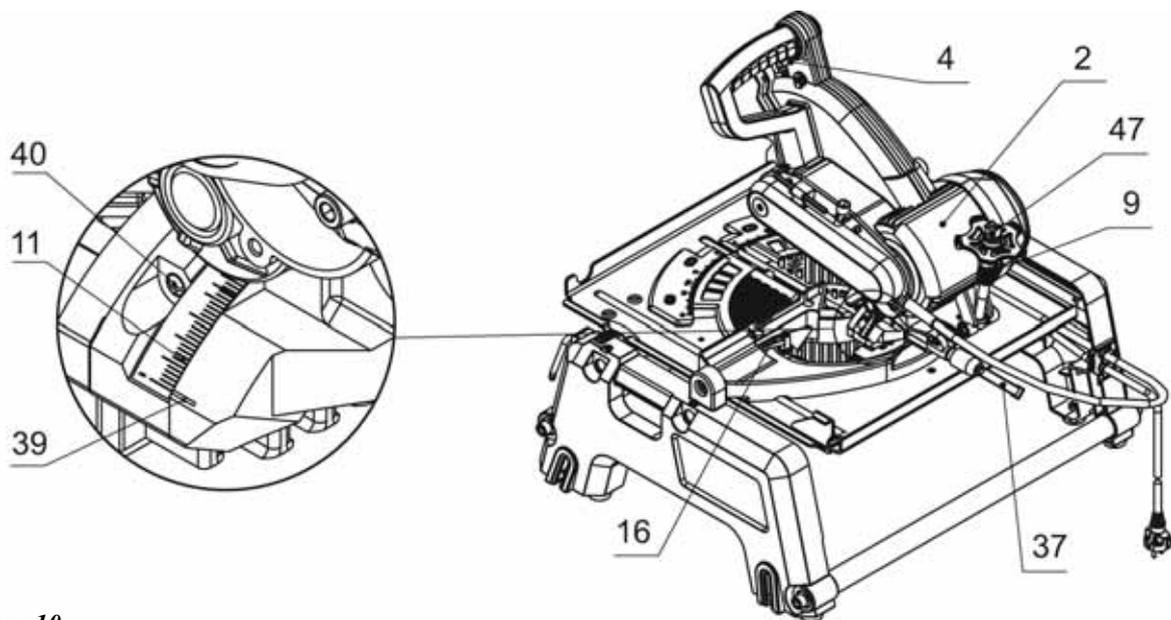
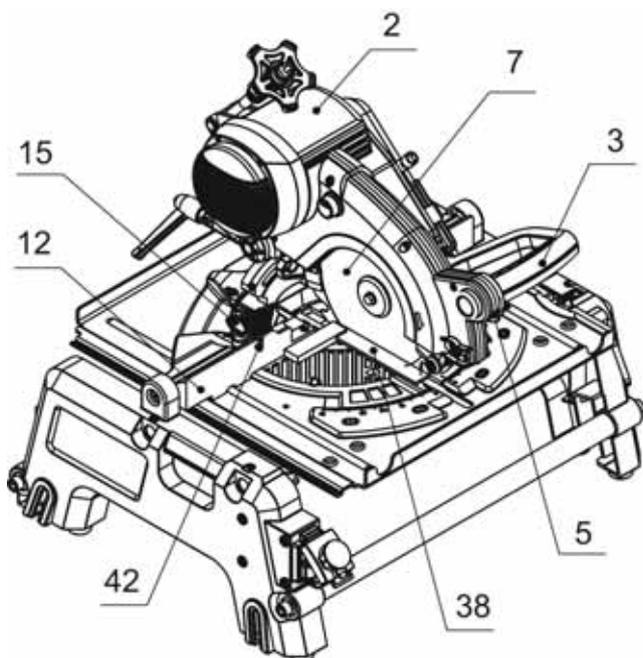

Рис. 10.
Рис. 12.
- прижмите угольник 38 к основанию 13 и к пильному диску 7, угол должен быть 90°, риска указателя 39 должна совпадать с 0° на шкале наклона 11 резцовой головки (рис. 10).
- Прижмите угольник 38 к направляющему упору 12 и к пильному диску 7 (рис.12). Угол должен составить 90° .
- Установите основание 13 в позицию 0° по шкале скоса 14 и убедитесь, что фиксатор угла скоса 15 задействован (рис. 12, 13).
- Прижмите обрабатываемую заготовку к направляющему упору 12. Возьмитесь за рукоятку 3 резцовой головки 2, нажмите до упора на рычаг 5 фиксирующий резцовую головку в верхнем положении, и одновременно нажмите на курок выключателя 4 (рис. 10).
- Освободите (поднимите) фиксатор угла скоса 15 (рис. 12) и зажим 16 (рис. 10).
- Ослабьте зажимную рукоятку 37 фиксатора наклона резцовой головки 2 (рис. 10).